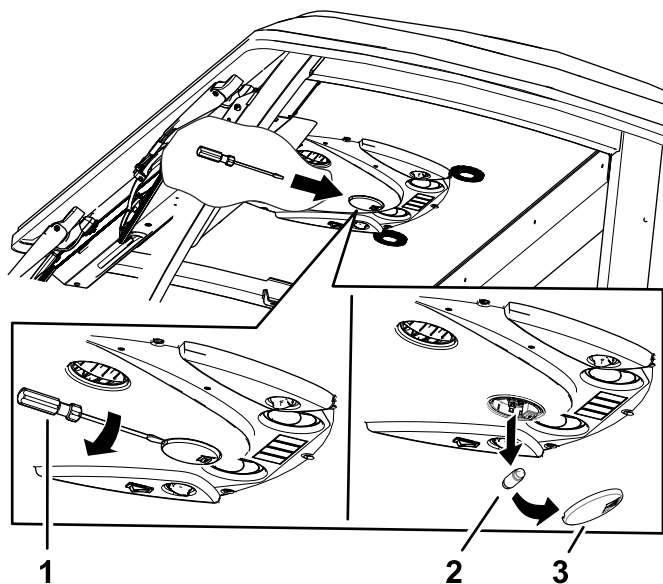

図 118
1. ねじ回しを使ってコントロールパネルからレンズを外す 図 118。
2. ベースから電球を外す 図 118。